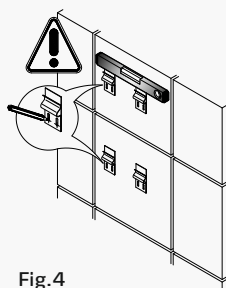

Fig.1
- Déterminer l'hauteur idéale comme dans le tableau (fig.1) & (fig.5).